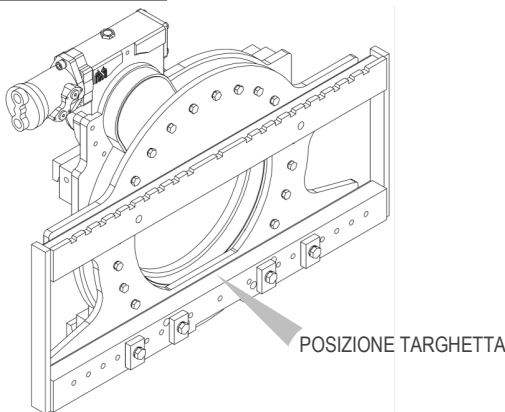
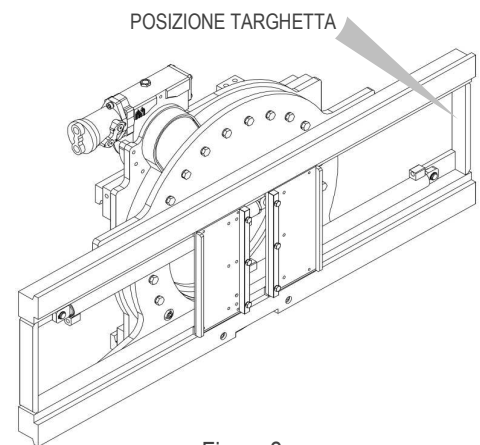
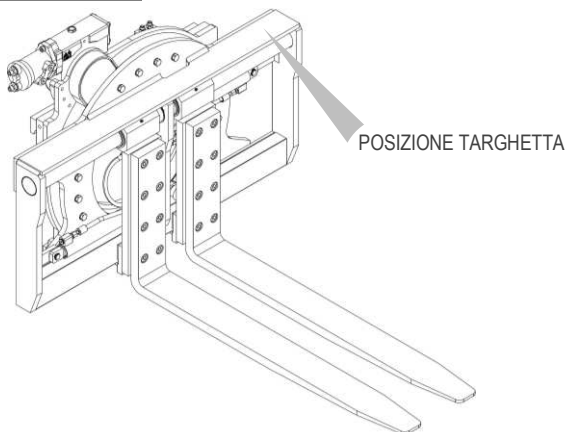

Figura 1
Figura 2
Figura 3
Tutte le attrezzature A.T.I.B. – PIASTRA ROTANTE DI 360° TIPO 301 vengono identificate mediante targhetta adesiva (vedi *Tabella 1*) posizionata sull'attrezzatura (la posizione della targhetta identificativa può variare in funzione dell'attrezzatura, vedi *Figura 1/Figura 2/Figura 3*, per le posizioni comunemente utilizzate). Fare sempre riferimento al numero di matricola.
A tale scopo dovranno essere utilizzate cinghie o catene opportunamente dimensionate rispetto al peso dell'attrezzatura indicato in targhetta (vedi *Figura 1/Figura 2/Figura 3 e Tabella 1* a pag.7).
11. Collegare il circuito idraulico, assicurandosi che la pressione di esercizio delle tubazioni sia superiore o uguale a quella indicata sulla targhetta di identificazione (vedi Figura 1/Figura 2/Figura 3 e la Tabella 1 a pag.7).